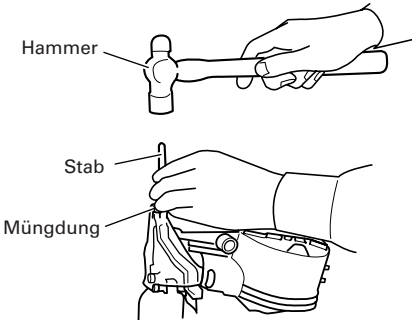

Abb. 14
- (1) Nehmen Sie die Nägel aus dem Magazin und öffnen Sie die Nagelführung. Führen Sie einen Stab in die Mündung ein und schlagen Sie leicht mit dem Hammer auf den Stab. (Abb. 14)